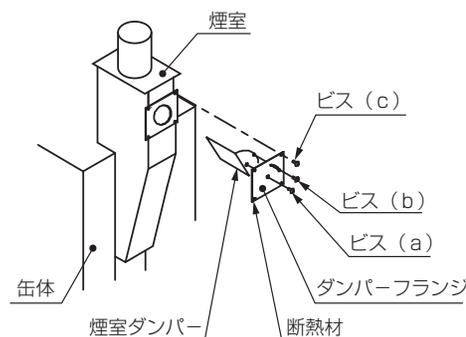

図2
- ②煙室内の通路に煙室ダンパープレートが配置されています。排ガスが通過する面積を調整して、バーナの振動燃焼を抑えます(図2)。
- ③工場出荷時の煙室ダンパーは、銘板で『90度』と描かれた位置にセットされています。通常は無調整です。